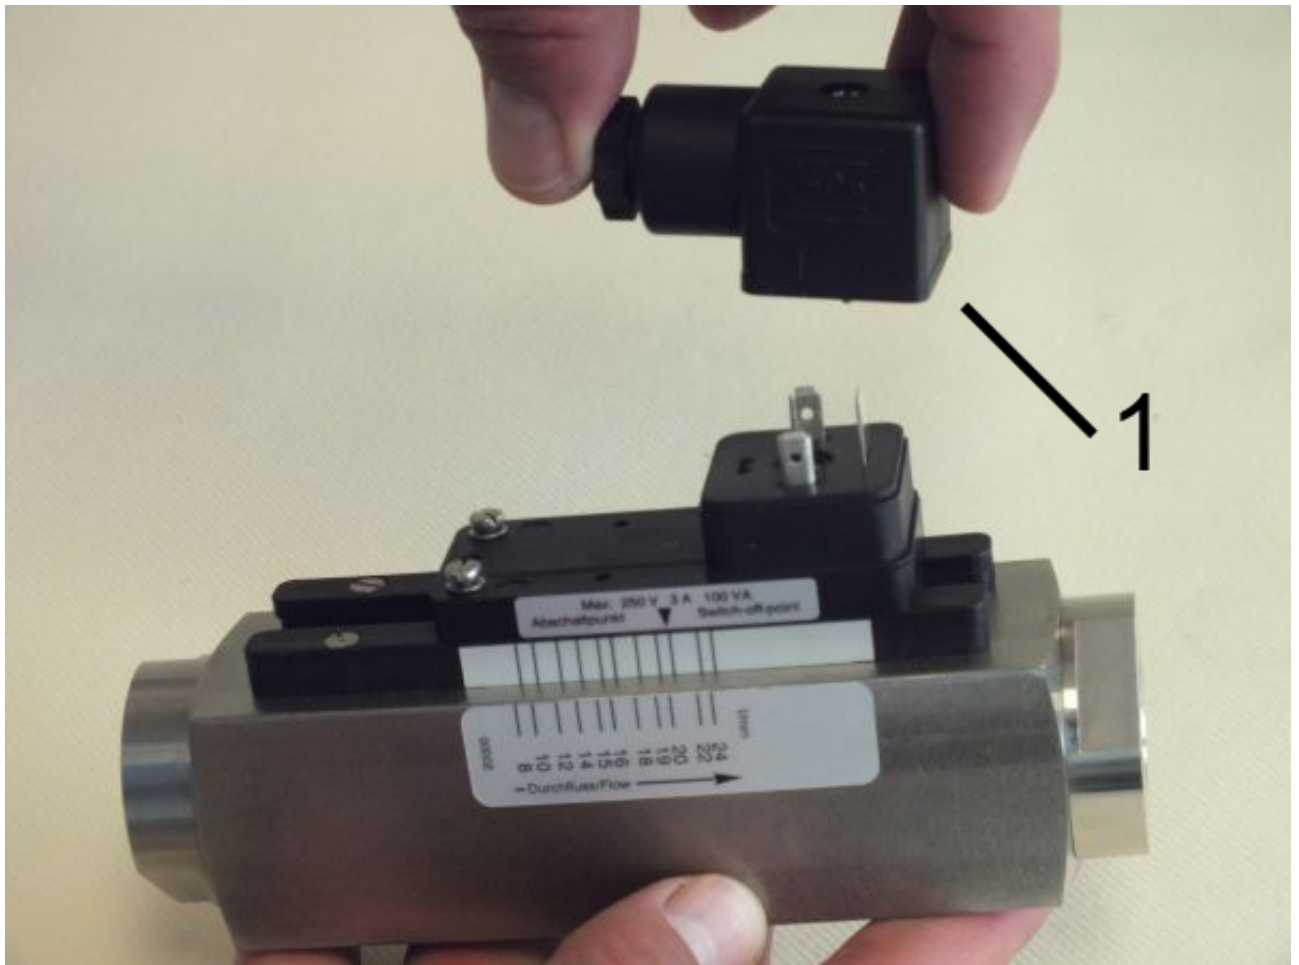

Abb. 65: Steckerdose abziehen
2. ➤ Steckerdose mit dazugehöriger Dichtung (Abb. 65/1) nach oben abziehen